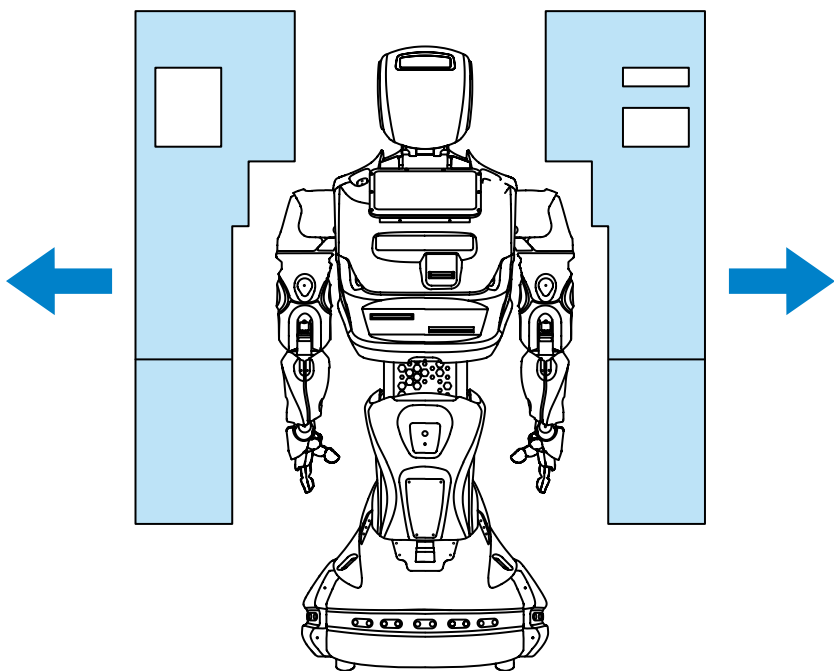

Рисунок 3.9. Извлечение робота из ложемента
7. Снимите два элемента ложемента с робота аккуратно потянув их в стороны (рис. 3.9).